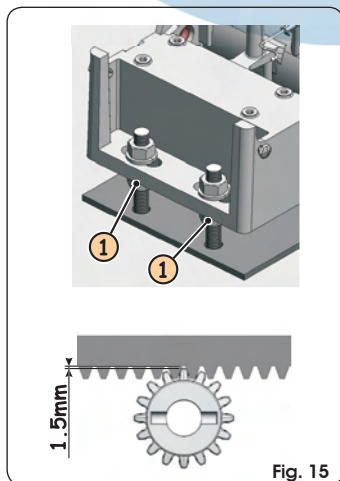

Fig. 15
- Au terme de l'installation de la crémaillère, pour garantir un engrenement correct avec le pignon, on recommande d'abaisser d'environ 1,5 mm (Fig.15) la position du motoréducteur.